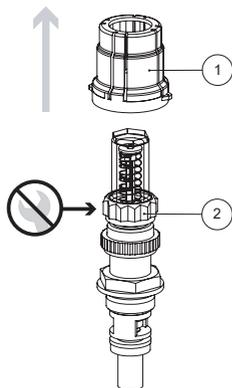

Fig. 3
- rimuovere il cappuccio (1) e chiudere completamente il flussimetro avvitando la ghiera di regolazione (2) (vedi Fig. 3),